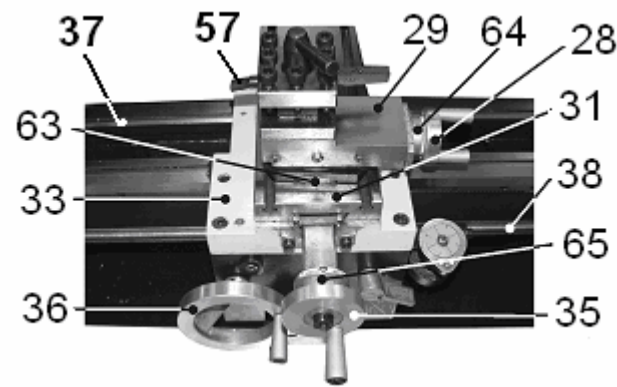

Рис. 15
10.3. Точение (Рис. 15)
10.3.1. Установка и подача резца (57) в продольном направлении станины (37) станка, Рис.15, производится вращением маховика (36) ручной подачи каретки (33), Рис. 15.
10.3.2. Точная установка и подача резца (57) в продольном направлении производится маховиком подачи (28) поворотного суппорта (29), установленного параллельно ходовому винту (38) подачи каретки (33), что соответствует совмещению метки на поперечном суппорте (31) и нулевой отметки шкалы (63) поворотного суппорта (29), Рис.15.
10.3.3. Расстояние прохождения резца (57) контролируется по шкале лимба (64), (1 деление = 0,025мм), Рис. 15.
10.3.4. Установка и подача резца (57) в поперечном направлении (установка глубины точения, торцевое точение) производится вращением маховика (35) подачи поперечного суппорта (31), Рис. 15.
(1 деление лимба=0.025мм.), Рис. 15.
10.3.9. Обнуление лимбов (64, 65) поперечного и поворотного суппортов (31,29) производится вращением от руки соответствующего лимба до совмещения рисок нулевых отметок, Рис.15.